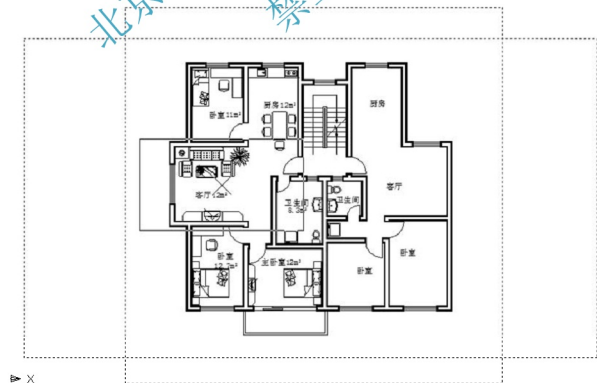

图 1.18 将视图控制框放到“客厅”位置
(3) 调整视图控制框的大小后，将其放到将要观察的区域(如图 1.18 所示，将视图控